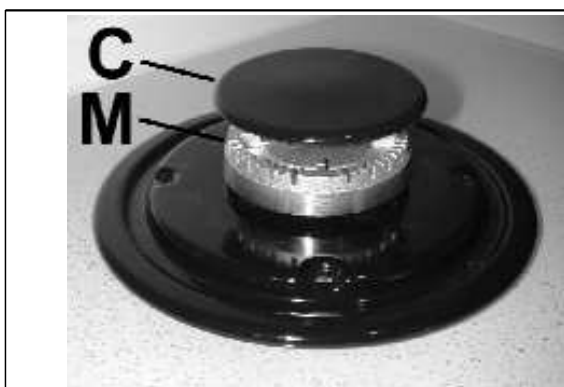
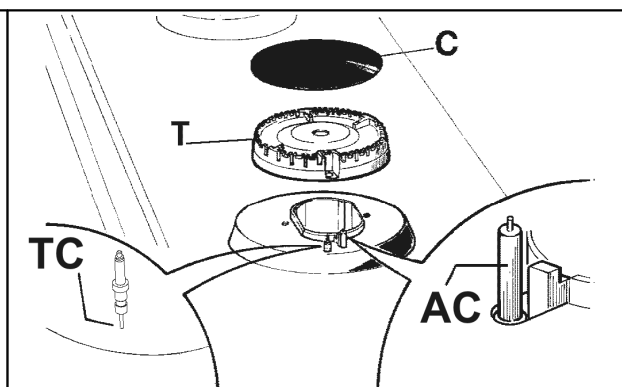

ABB. 5
ABB. 6
Auf gleiche Weise können die emaillierten Roste, die emaillierten Brennerdeckel "C", die Brennerköpfe "M" (siehe Abb. 5) gereinigt werden, sowie die Zündkerzen "AC" und die Flammenerkennung "TC" (siehe Abb. 6). Nicht in der Spülmaschine spülen.
- prüfen, dass die Auslässe der Brennerköpfe "M" (Abb. 5) nicht durch Fremdkörper verstopft sind.
- **Sicherstellen, dass die emaillierten Brennerdeckel "C" (Abb. 5) richtig auf dem Brennerkopf positioniert sind. Diese Bedingung gilt dann als erfüllt, wenn der auf dem Brennerkopf positionierte Deckel vollkommen stabil ist.**
Geräte, die mit Gas kochen, müssen die Verbrennungsprodukte mit an Kaminen, Schonsteinen oder direkt mit der Außenluft angeschlossenen Abzugshauben ableiten (siehe Abb. 4). Sollte die Anbringung einer Dunstabzugshaube nicht möglich sein, ist auch die Verwendung eines am Fenster oder auf einer Außenwand installierten Gebläses zulässig, das zeitgleich mit dem Gerät in Betrieb genommen werden muss (siehe Abb. 5), vorausgesetzt, dass die von den geltenden Vorschriften genannten Auflagen bezogen auf die Belüftung eingehalten werden.